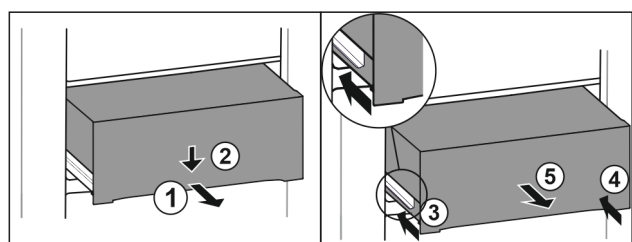

Fig. 105
- ▶ Trekk skuffen ut halvveis. Fig. 105 (1)
- ▶ Skyv skuffen foran nedover. Fig. 105 (2)
- ▶ Sett inn den venstre skinnen ca. 2 cm. Fig. 105 (3)
- ▶ Sett inn den høyre skinnen ca. 2 cm. Fig. 105 (4)
- ▶ Ta ut skuffen framover. Fig. 105 (5)